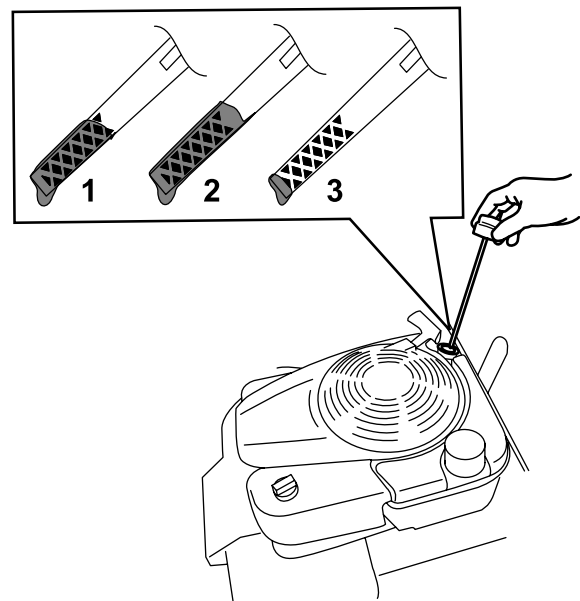

Bild 33
3. Entfernen Sie den Peilstab, indem Sie den Deckel nach links drehen und herausziehen (Bild 33).
10. Lesen Sie den Ölstand am Peilstab ab. (Bild 33)